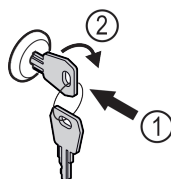

Fig. 191
- ▶ Вставьте ключ. Fig. 191 (1)
- ▶ Поверните ключ на 90° по часовой стрелке. Fig. 191 (2)